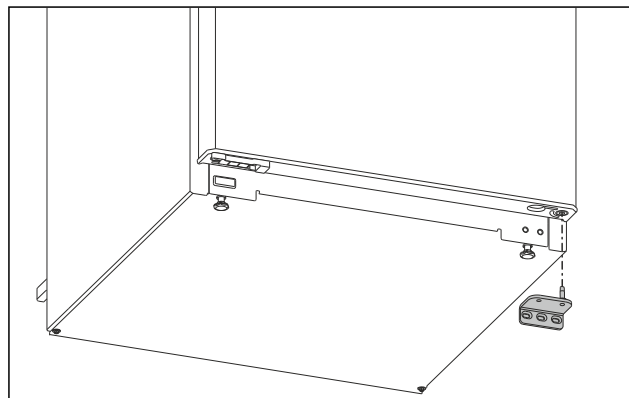

Fig. 7
- Sejměte stojan ložiska směrem dolů. (viz Fig. 7)